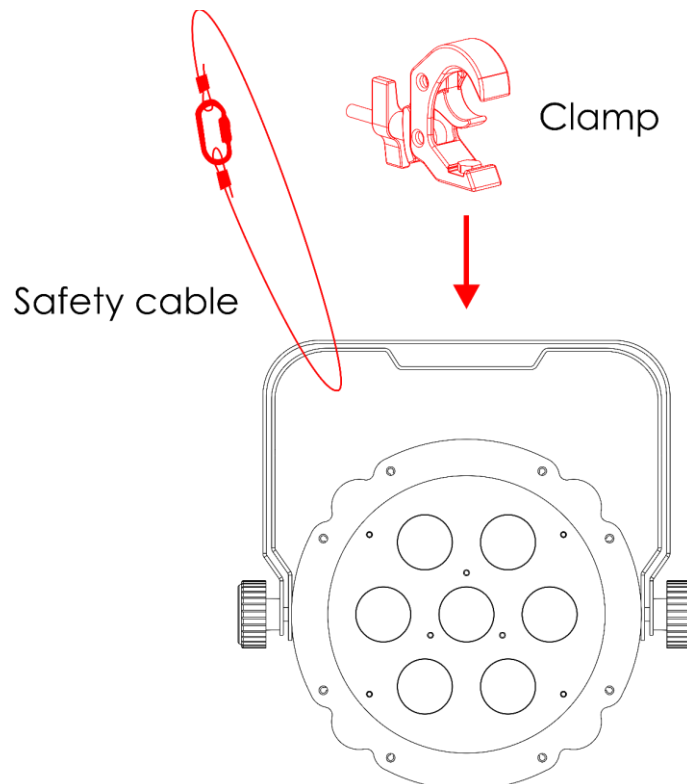

Fig. 07
- 01) Utilisez une pince pour attacher l'appareil à la structure de support (voir fig. 07). Assurez-vous que l'appareil est immobilisé.
- 02) Attachez l'appareil à l'aide d'une suspension secondaire, un câble de sécurité, par exemple. Assurez-vous que la suspension secondaire est capable de supporter 10 fois le poids de l'appareil. Si possible, la suspension secondaire doit être fixée à une structure porteuse indépendante de celle de la suspension primaire. Placez le câble de sécurité autour de l'**étrier de montage (03)** (voir fig. 07).